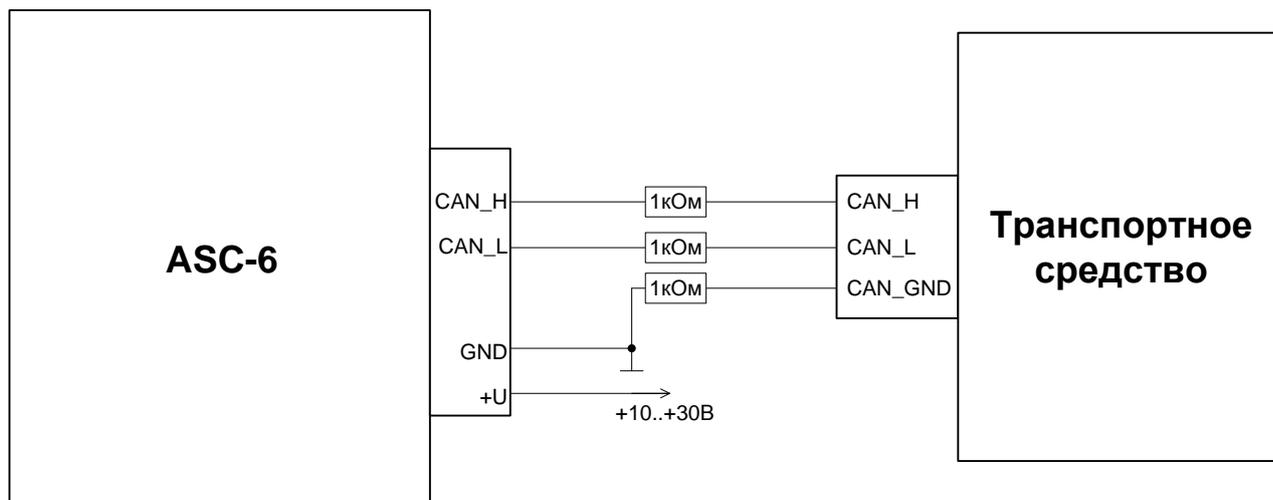
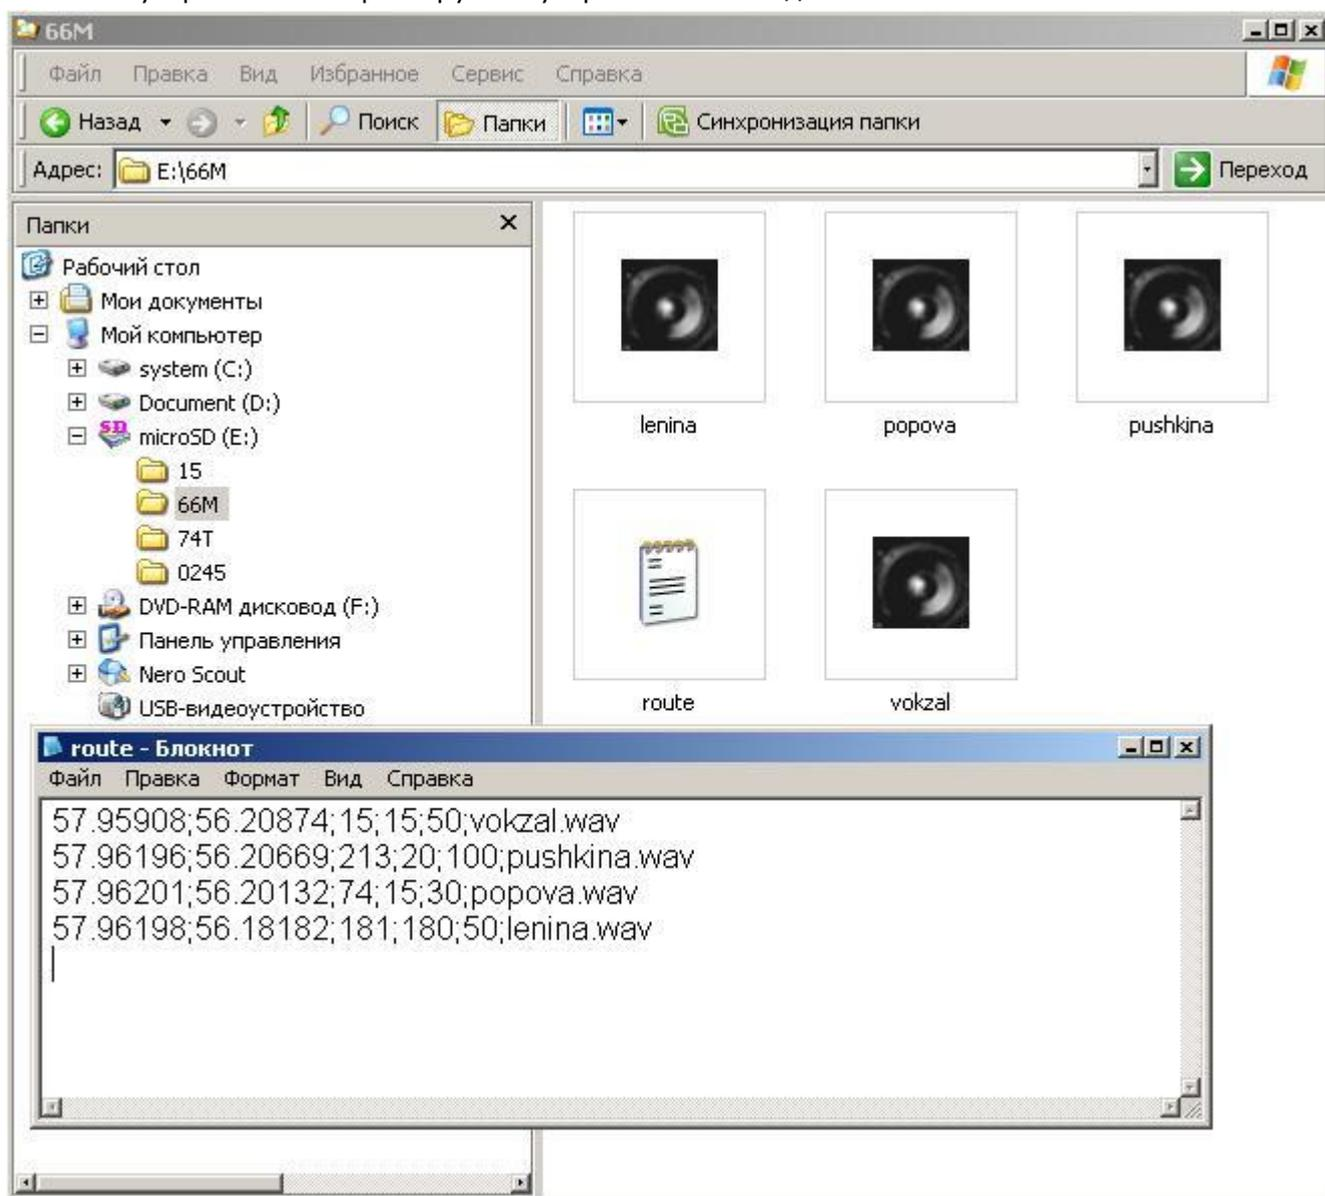

Рис. 7. Схема подключения терминала непосредственно к CAN шине.
Рис. 9. Формат записи данных на карту microSD.
При подключении непосредственно к CAN шине используйте схему подключения на рис. 7.
- каталог LOGсфайлами в формате YYYYMMDD.dat. Где YYYY– год, MM– месяц, DD–день журналируемых пакетов. С началом каждого нового дня создается новый файл с журналируемыми пакетами.) каталоги с названиями маршрутов (см. рис.7). Запишите в каталоги с маршрутами звуковые файлы в формате wav, 8кГц, 16bit. В каждом каталоге с маршрутом создайте файл с описанием route.txt. Длина имен каталогов и файлов не должна превышать 16 символов с расширением. Имена могут содержать только символы английского алфавита и цифры. В файле route.txt создайте описание зон для воспроизведения звуковых файлов. В каждой новой строке описание одной новой зоны. Последняя строка обязательно пустая (см. рис.9). Зона описывается в формате: широта; долгота; направление; отклонение по направлению; радиус; название файла для воспроизведения. Данные разделяются точкой с запятой без пробелов. Координаты в формате градусы с десятичными долями, разделенными точкой. Направление и отклонение по направлению задается целым числом градусов. Радиус задается целым числом метров.